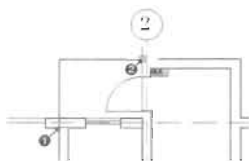

图 5-165
(1) 单击“绘图”工具栏中的“矩形”按钮, 捕捉如图 5-165 所示的两个点绘制一个矩形。